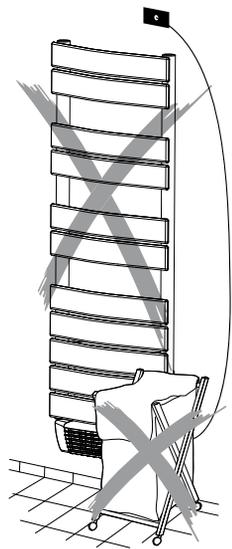

Fig. 5
- juste au-dessous ou au-dessus d'une prise de courant, en faisant attention que le câble d'alimentation ne soit pas en contact avec l'appareil. (Fig. 5)
Ne jamais couvrir le dispositif de commande. (Fig. 5)